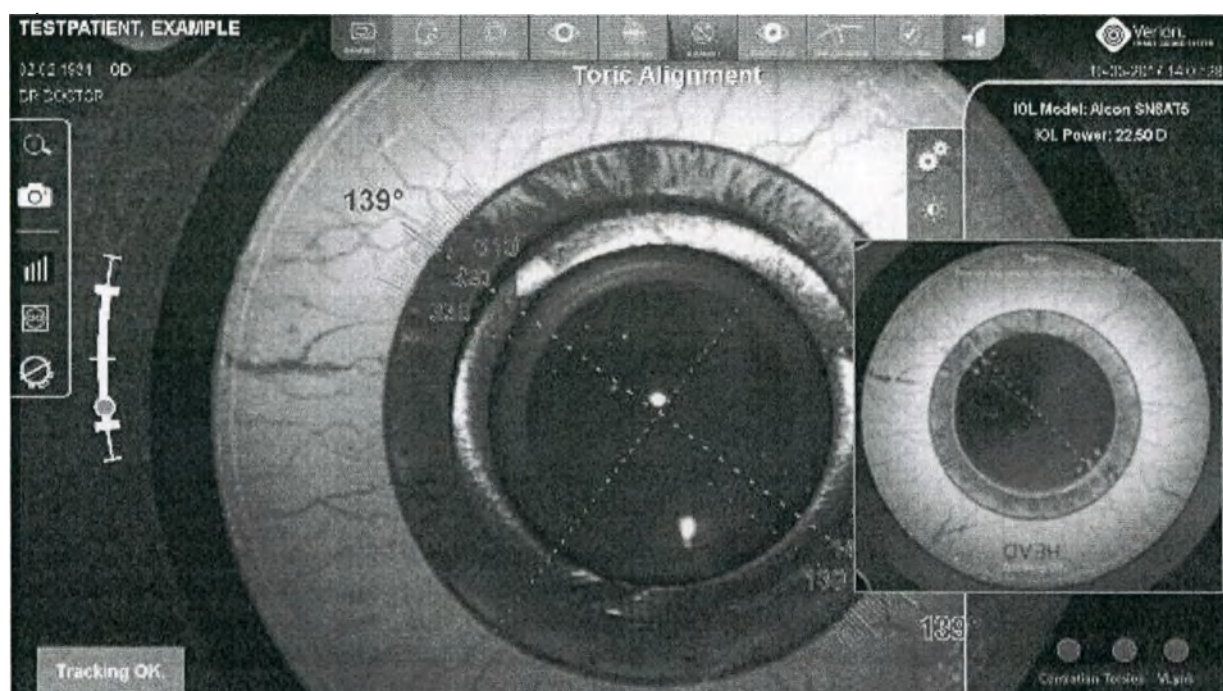

Рисунок 178. Выбор оси сравнения при торическом выравнивании
- После подтверждения наложение LAM переключается на наложение «Торическое выравнивание» (Рисунок 178).
- Откройте панель редактирования и выберите одну из доступных осей для сравнения: **Verion Plan (План Verion)**, **Steep (Крутая)**, **Aphakic (Афакичная)** или **User Defined (Заданная пользователем)**. Выбранная ось сравнения будет отображаться как на экране, так и на MID (Рисунок 178).